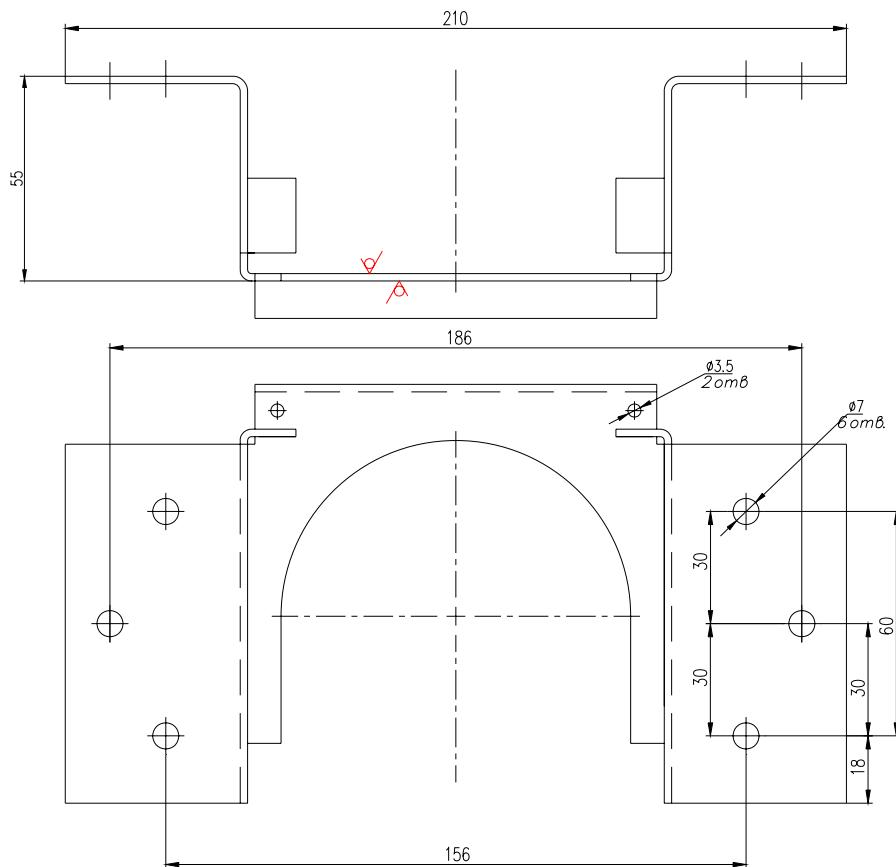

Рис. 3 - Крепёжная площадка МПП
6.3 Закрепить крепёжную(ые) площадку(и) модуля(ей) в соответствии с определёнными местами (по п.6.2). Координаты отверстий для крепления МПП показаны на рис. 3